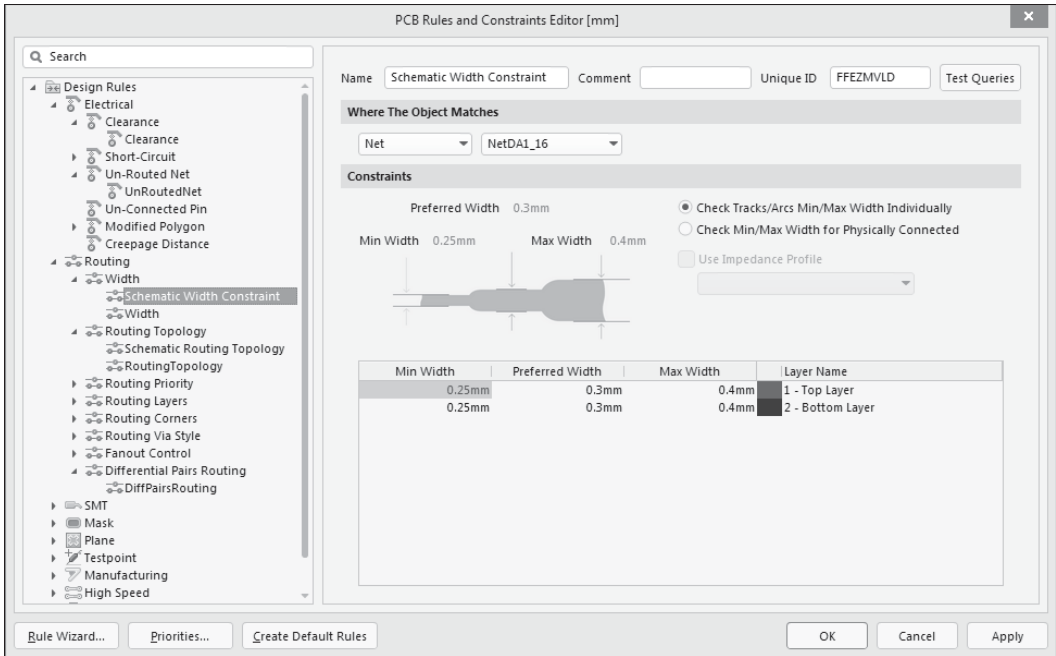
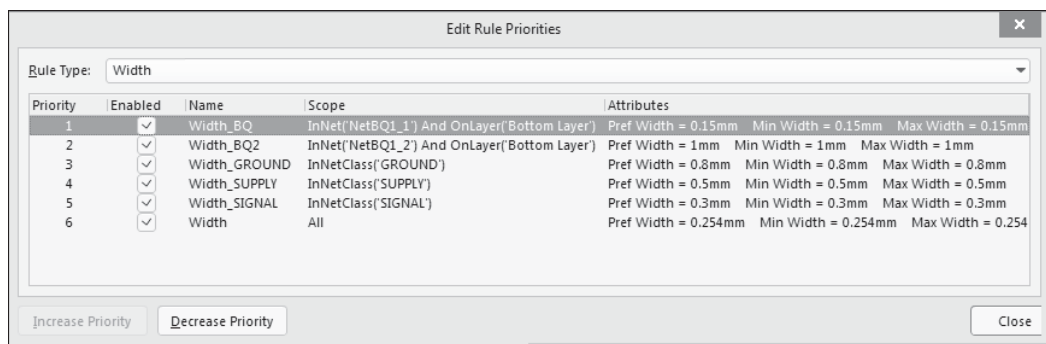
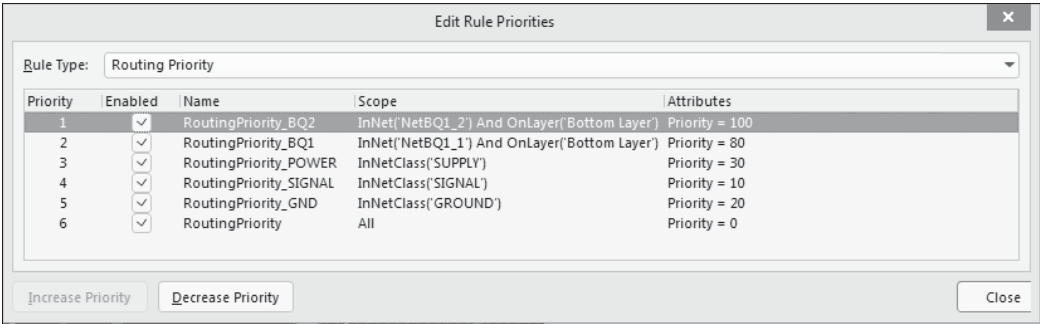

Рис. 5.4. Диалоговое окно назначения правил выполнения печатного монтажа
Рис. 5.11. Управление приоритетом правил для ширины проводников
Рис. 5.13. Управление приоритетом проходов трассировки
1. Выполним команду главного меню **Design | Rules**. В дереве правил диалогового окна **PCB Rules and Constraints Editor** (рис. 5.4) мы можем видеть узлы, образованные правилами, настроенными для класса цепей в среде схемного редактора (см. *разд. 4.2.6*). Ограничения, наложенные на допустимую ширину печатных проводников и топологию, образуют узлы с именами **Schematic Width Constraint** и **Schematic Topology Constraint**.
2. Выберем курсором в дереве правил узел **Schematic Width Constraint**. В правой части окна, показанного на рис. 5.4:
11. Щелчком на кнопке **OK** завершим формирование запросов. В окне настройки правил (см. рис. 5.4) кнопкой **Apply** зафиксируем сделанные изменения правил. В поле запроса отобразится текстовая строка: **(InNet('–12V') OR InNet('+12V') OR InNet('+5V')) AND OnLayer('Bottom Layer')**.
12. Назначим для нашего проекта еще одно правило — ограничение минимально допустимого зазора между корпусами компонентов. Для этого выберем в дереве правил диалогового окна (см. рис. 5.4) узел **Placement | Component Clearance** (Размещение | Зазор между компонентами) — в области **Constraints** этого окна отобразится схема, позволяющая установить необходимые значения зазоров. Установим значения зазоров по горизонтали и по вертикали 1,25 мм и зафиксируем настройку кнопкой **Apply**.
13. Щелчком на **OK** в окне, показанном на рис. 5.4, завершим формирование правил.
Для изменения приоритета щелчком на кнопке **Priorities** в окне **PCB Rules and Constraints Editor** (см. рис. 5.4) вызовите диалоговое окно редактирования приоритетов **Edit Rule Priorities** (рис. 5.11). Кнопки **Increase Priority** и **Decrease Priority** перемещают выбранное правило соответственно вверх или вниз по списку, меняя его приоритет.
По-другому устанавливается приоритет проходов автотрассировки. Он задается в ветви правил **Routing Priority**, которому назначается атрибут **Priority** непосредственно в правой части окна настройки правил (см. рис. 5.4). Значение атрибута **Priority** может быть установлено в пределах от нуля до 100 (рис. 5.13), где 100 — высший приоритет. Эти приоритеты управляют последовательностью действий автотрассировщика при выборе цепей для разводки.